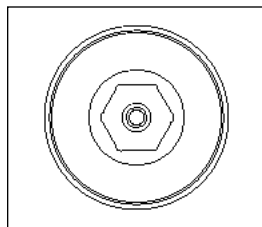

Fig. 2
- 4. Utilizzare una chiave per brugole per spostare verso l'alto il pistone (rotazione in senso antiorario) o verso il basso (rotazione in senso orario; Fig. 2).